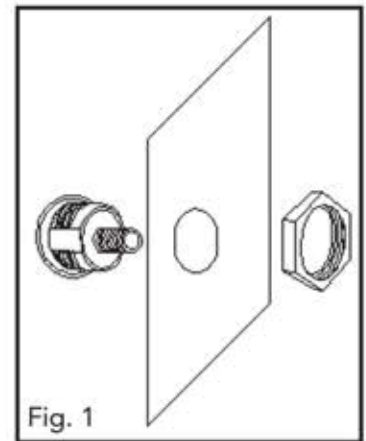

Fig. 1
1. Use an adjustable wrench to take out existing cam lock by removing clip or hex screw. Re-install new cylinder and secure with hex nut (Fig. 1). **Note: Do Not Tighten Hex Nut With Key In Lock.**
Utilice una llave ajustable para retirar el corrojo con leva existente, quitando el sujetador o el tornillo hexagonal. Vuelfa a instalar un cilindro nuevo y asegúrelo con una tuerca hexagonal (Fig. 1). **Nota: No apriete la tuerca de maleficio con llave en curradura.**